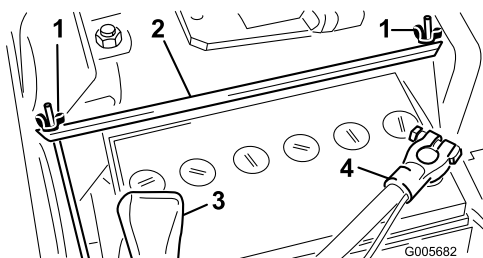
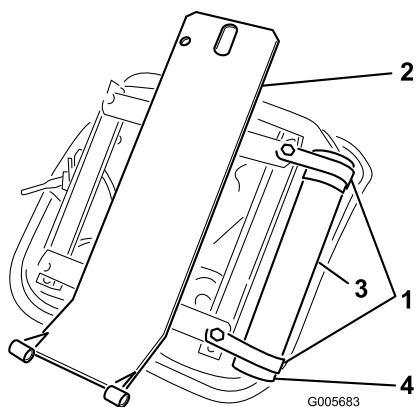

Figure 6
Figure 7
2. Retirez les deux écrous à oreilles et la barrette de maintien de la batterie (Figure 6). Soulevez la batterie hors du châssis. Mettez de côté les écrous à oreilles et la barrette de maintien en prévision de la repose.
1. Fixez sans les serrer (2) colliers en R au côté droit de la base du siège avec 2 vis d'assemblage et rondelles plates qui font partie du kit (Fig. 6). Placez le tube de rangement du manuel dans les colliers en R et serrez les vis d'assemblage (Figure 7).